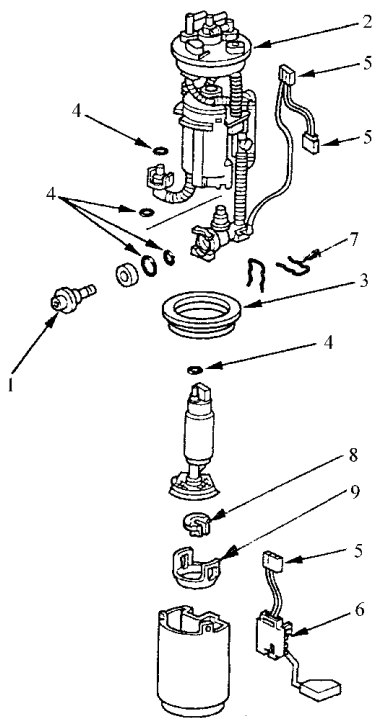

图 3-49 拆卸燃油滤清器
- 2) 如图 3-49 所示，拆除燃油压力调节器。
① 连接线束时，确信连接可靠，且插接器牢固锁定到位。
② 安装燃油表发送装置时，确信连接牢固，且插接器牢固锁定到位。小心不要过度弯曲或扭曲它。